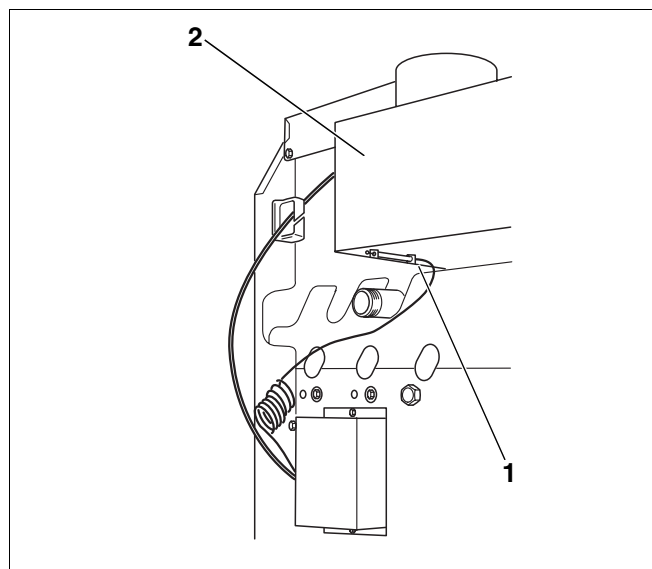

Abb. 42 Abgasüberwachung AW 50 überprüfen
- Abgastemperaturfühler (Abb. 42, **Pos. 1**) von der Strömungssicherung (Abb. 42, **Pos. 2**) abschrauben.
- Spitze des Abgastemperaturfühlers (Abb. 42, **Pos. 1**) bei laufendem Brenner in den Kern des Abgasstromes halten.
- Abgastemperaturfühler (Abb. 42, **Pos. 1**) wieder montieren.